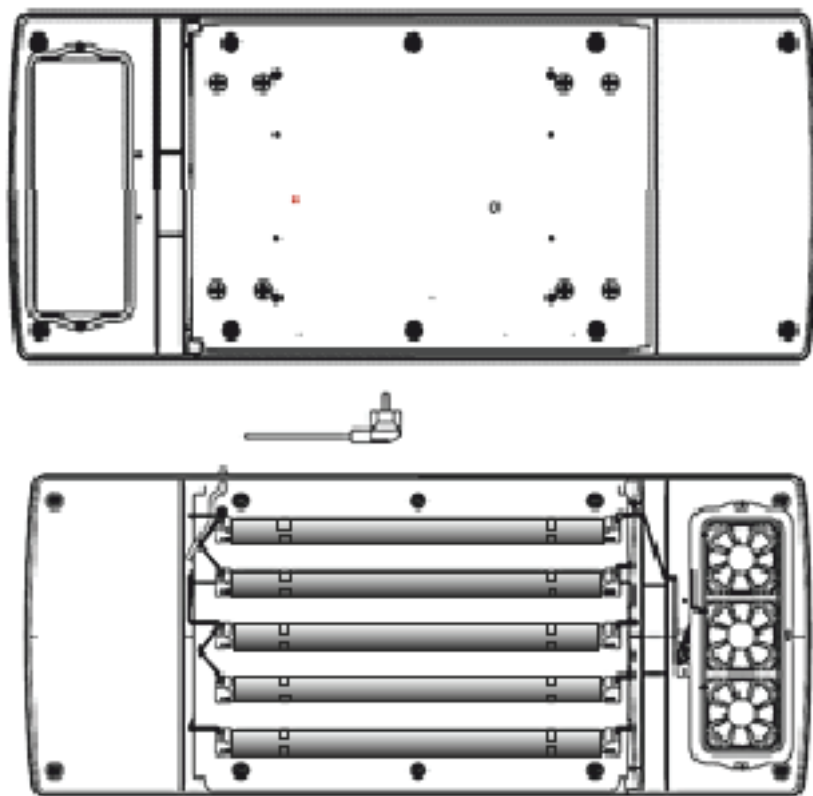

Рис.4
- снять панель переднюю. Положить рядом, параллельно задней панели рециркулятора (рис.4).